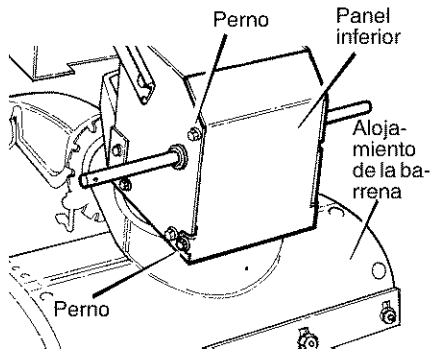

Figura 70
2. Afloje los **pernos** a cada lado del **panel inferior** (Figura 70).
13. Instale el **panel inferior** (Figura 70).